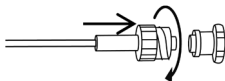

Figura 2
2. Conecte a linha de amostragem de gás (conector luer macho) ao monitor de gás respiratório, conforme ilustrado na Figura 2. Rode o conector luer no sentido horário, para obter um ajuste seguro e garantir que não haja fuga de gases no ponto de conexão.